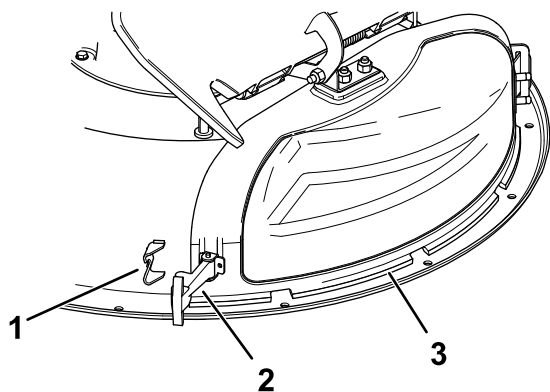

Figura 12
3. Eliberați elementul de fixare flexibil din opritorul acestuia de pe capacul de evacuare i pivotați capacul spre dreapta (Figura 12).
6. Fixai capacul de evacuare la punte prin prinderea elementului de fixare flexibil de pe capacul de evacuare în opritorul de pe punte (Figura 12).